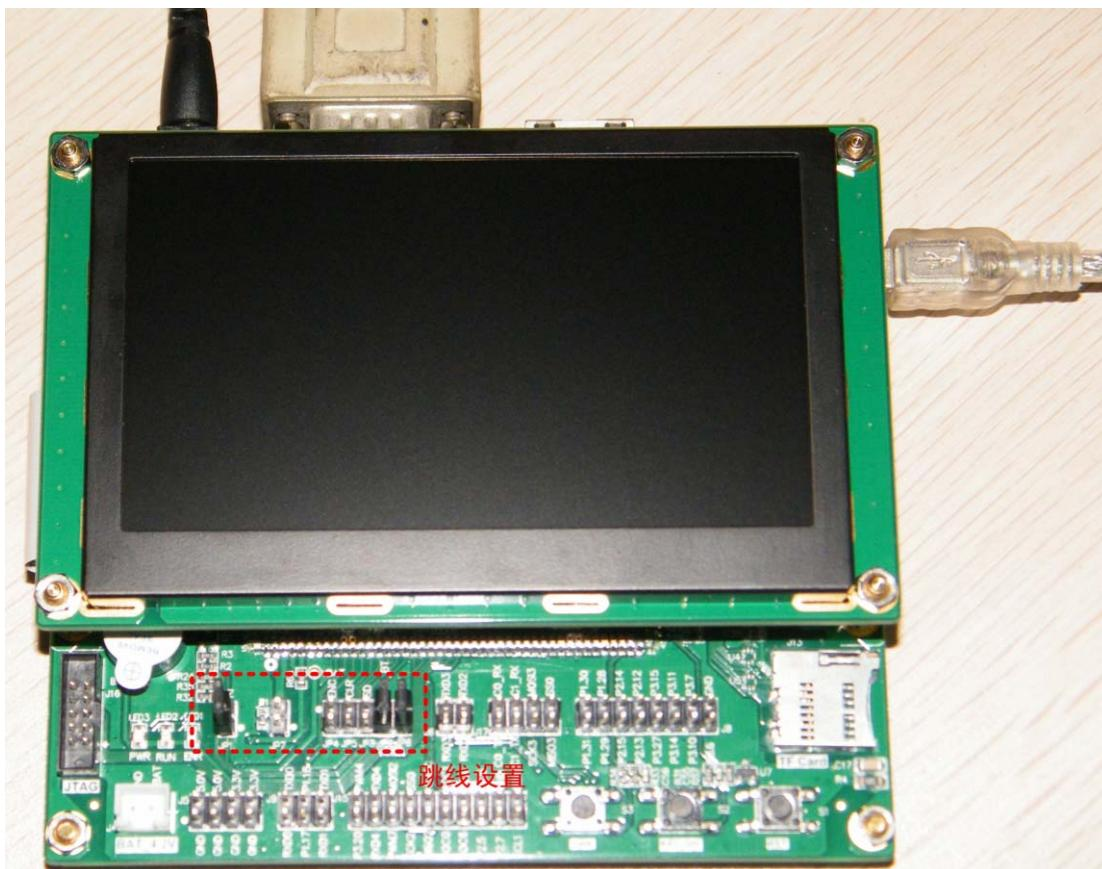

图2.4 跳线设置及接线示意图
- 使用短路器短接EasyARM-iMX283 上的JP1(BZ, 使能蜂鸣器); 短接JP2(USB\_BT, 设置为USB方式启动); 短接JP6 (WDT, 禁用看门狗), 如图2.4所示。
- 使用MiniUSB通信电缆连接PC机和EasyARM-iMX283 的USB OTG接口 (J12) ; 使用串口延长线连接PC机和EasyARM-iMX283 的DUART (J7), 如图2.4所示。